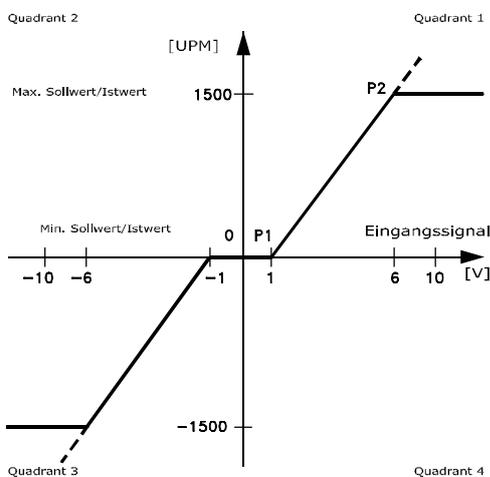

Abbildung 15.7 Totzone
- Der minimale Sollwert (siehe *Tabelle 15.1* für relevanten Parameter) oder der maximale Sollwert muss 0 sein. Anders ausgedrückt: Entweder P1 oder P2 müssen an der X-Achse in *Abbildung 15.7* angetragen sein.
P1 oder P2 definiert die Größe der Totzone. Siehe *Abbildung 15.7*.